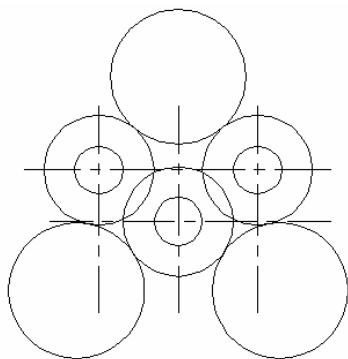

图 4-42
(5)利用捕捉工具中的切点,再次利用绘图工具栏上的按钮中的“相切、相切、半径”选项,绘制三个与三个半径为 34 的圆两两相切的圆。如图 4-42 所示。
4.利用图 4-42 来区分如图 4-43 所示的两个图形的命令的异同。